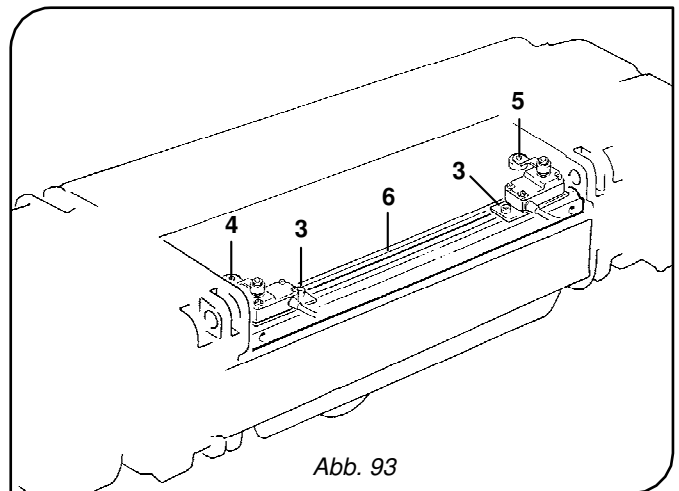

Abb. 93
4. Lockern Sie die Schrauben -3-, damit der Endschalter für Hebebewegungen -4- bzw. der Endschalter für Absenkbewegungen -5- sich ungehindert auf der Profilstange -6- verschieben lässt. Schieben Sie den Endschalter für Hebe- bzw. Absenkbewegungen nun in die richtige Position, so dass sie einschreiten, wenn sich Hakenflasche und Haken in der gewünschten Position befinden (Abb. 93).